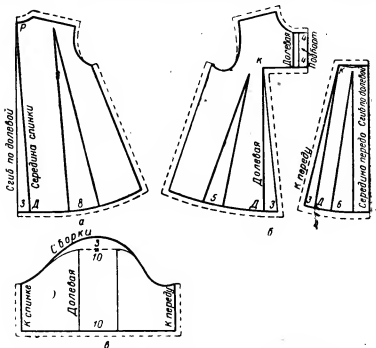

Рис. 168. Подготовка выкройки платья со вставным клешевым передом к раскрою:
**Спинка.** При раскладке выкройки на ткани (рис. 168, а) спинку платья укладывают так, чтобы ее середина в точке Р легла на долевую нить сгиба ткани, а точка Д низа изделия на 3 см от сгиба ткани (3 см на клеш). Разрезанную часть выкройки отодвигают на 8 см для клеши.
**Полочка.** При раскладке выкройки на ткани вставной клин (рис. 168, б) укладывают так, чтобы его середина была по долевой нити на сгибе ткани, затем разрезанную часть отодвигают вниз на 6 см. От точки Д влево откладывают 3 см (на ширину клеша) и точку 3 соединяют с точкой К.
Основную часть полочки (рис. 168, б) укладывают так, чтобы середина переда кокетки и разрез переда (от точки К до точки Д) были по долевой нити. Вторую разрезанную часть отодвигают от первой на 5 см. От нижней части выкройки (точки Д) вправо откладывают 3 см и точку 3 соединяют по линейке с точкой К.
**Рукав.** Разрезанные части рукава (рис. 168, в) отодвигают на 10 см и соединяют вниз сплошной линией, а вверх — пунктирной. Пунктирную линию делят на две равные части и обозначают точкой деления. От точки деления вверх откладывают 3 см (для всех размеров), затем от точки 3 ведут свободную вогнутую линию и вычерчивают новую головку рукава.